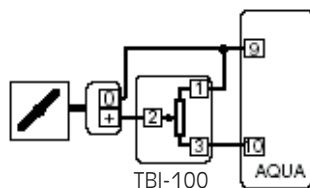

FIG. 7
- FIG. 7: Maximalbegrenzung des Ausgangssignales mittels Poti TBI-100